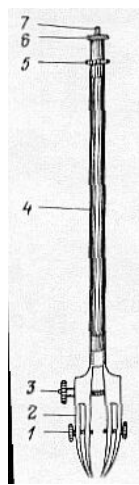

Рис.15 Двойной рейсфедер
Рейсфедер линейный двойной (рис.15) предназначен для вычерчивания двух параллельных линий с промежутками между ними от 0.5 до 10-12 мм. Он состоит из двух пружин (5), впрессованных в четырехгранную головку (4), общего регулировочного винта для установки промежутка между перьями (2), регулировочных винтов для установки промежутка между створками (1), ручки (3), скрепленной с головкой перьев винтовой нарезкой.